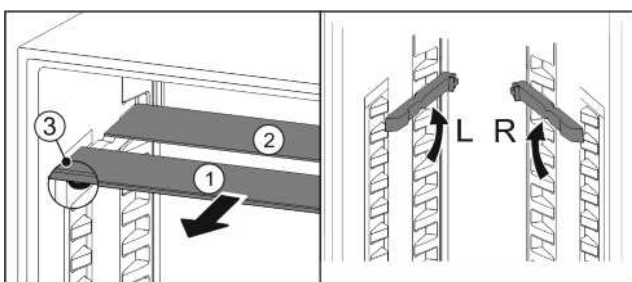

Fig. 23
- ▶ По одной извлеките Fig. 23 (1) стеклянные панели движением вперед.
- ▷ Стеклянная панель Fig. 23 (1) со стопорами лежит спереди.
- ▷ Стопоры показывают вниз Fig. 23 (3).